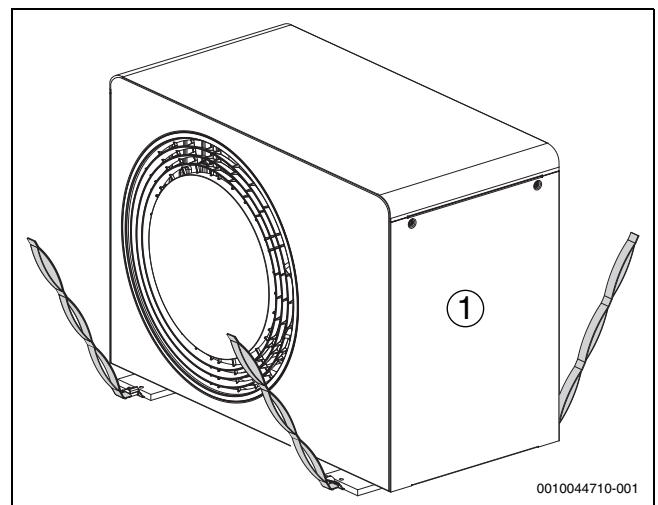

Bild 12 Beim Transportieren der Wärmepumpe ohne Verpackung die Gurte verwenden
- Achtung! Die Wärmepumpe ist auf der Kompressorseite schwerer (→ Abbildung 12).